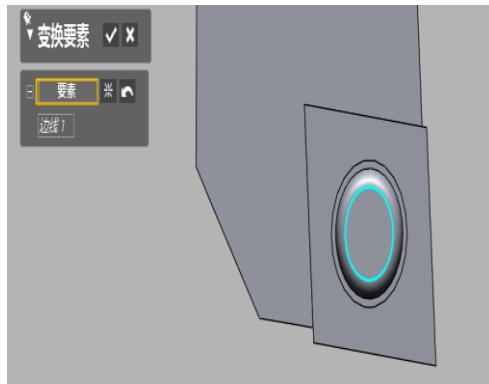

图 4.84 变换要素
26) 点击变换要素图标 ，弹出变换要素对话框，设置如图 4.84 所示，点击确定。